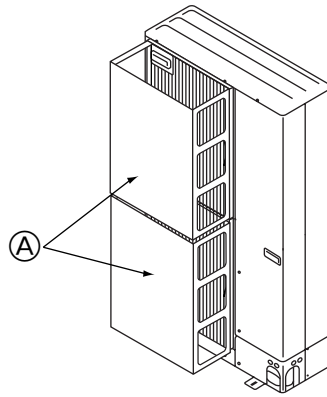

Fig. 3-3
- ② Ünite, tayfun ve başka nedenlerden oluşan güçlü rüzgarların doğrudan hava çıkışına girebileceği bir yere monte edilmişse, isteğe bağlı olarak sağlanan bir hava kılavuzu monte edin. (Fig. 3-3)